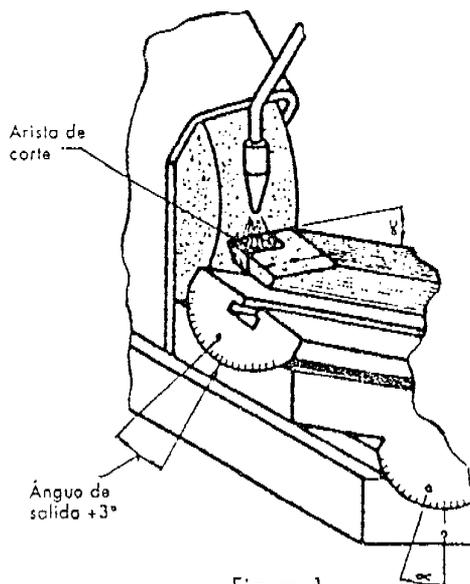

Figura 1
2° Paso- *Esmerile la superficie A ( ángulo de salida - figura 1 ).*
- a. Incline la mesa en los ángulos de salida aumentados en  $3^\circ$  ( Figura 1 ).
- c. Apoye la herramienta sobre la mesa y ajuste el chorro de refrigerante ( Figura 1 ).